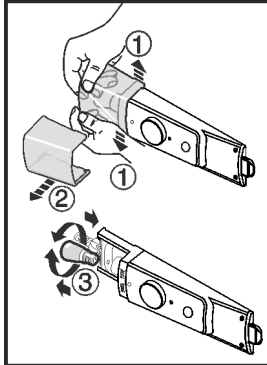

Fig. 10
- Presionar la cubierta de la lámpara en la zona delantera según la figura Fig. 10 (1) y retirar hacia un lado Fig. 10 (2).
- Sustituir la lámpara. Fig. 10 (3)